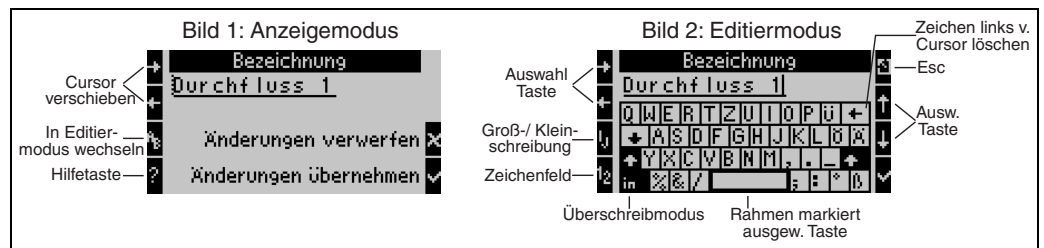

Abb. 18: Bsp.: Editieren einer Bezeichnung mit Palmtastatur
1. Mit Pfeiltasten Cursor rechts vor das Zeichen bewegen, vor dem ein Zeichen eingefügt werden soll. Falls der gesamte Text gelöscht und neu geschrieben werden soll, Cursor ganz nach rechts verschieben. (s. Abb. 18, Bild 1)
3. Mit ij/IJ und ½ Taste Tastenfeld mit Groß-/Kleinbuchstaben oder Zahlen wählen. (s. Abb. 18, Bild 2)
4. Mit Pfeiltasten gewünschte Taste auswählen und mit dem Haken bestätigen. Falls Sie Text löschen wollen, Taste ganz rechts oben wählen. (s. Abb. 18, Bild 2)
6. Esc-Taste drücken, um von Editiermodus in den Anzeigemodus zu wechseln und Änderung mit Haken Taste übernehmen. (s. Abb. 18, Bild 1)
- Im Editiermodus (s. Abb. 18, Bild 2) lässt sich der Cursor nicht bewegen! Wechseln Sie mit der Esc-Taste ins vorhergehende Fenster (s. Abb. 18, Bild 1) um den Cursor auf das Zeichen zu ziehen, welches geändert werden soll. Dann wieder AB Taste betätigen.